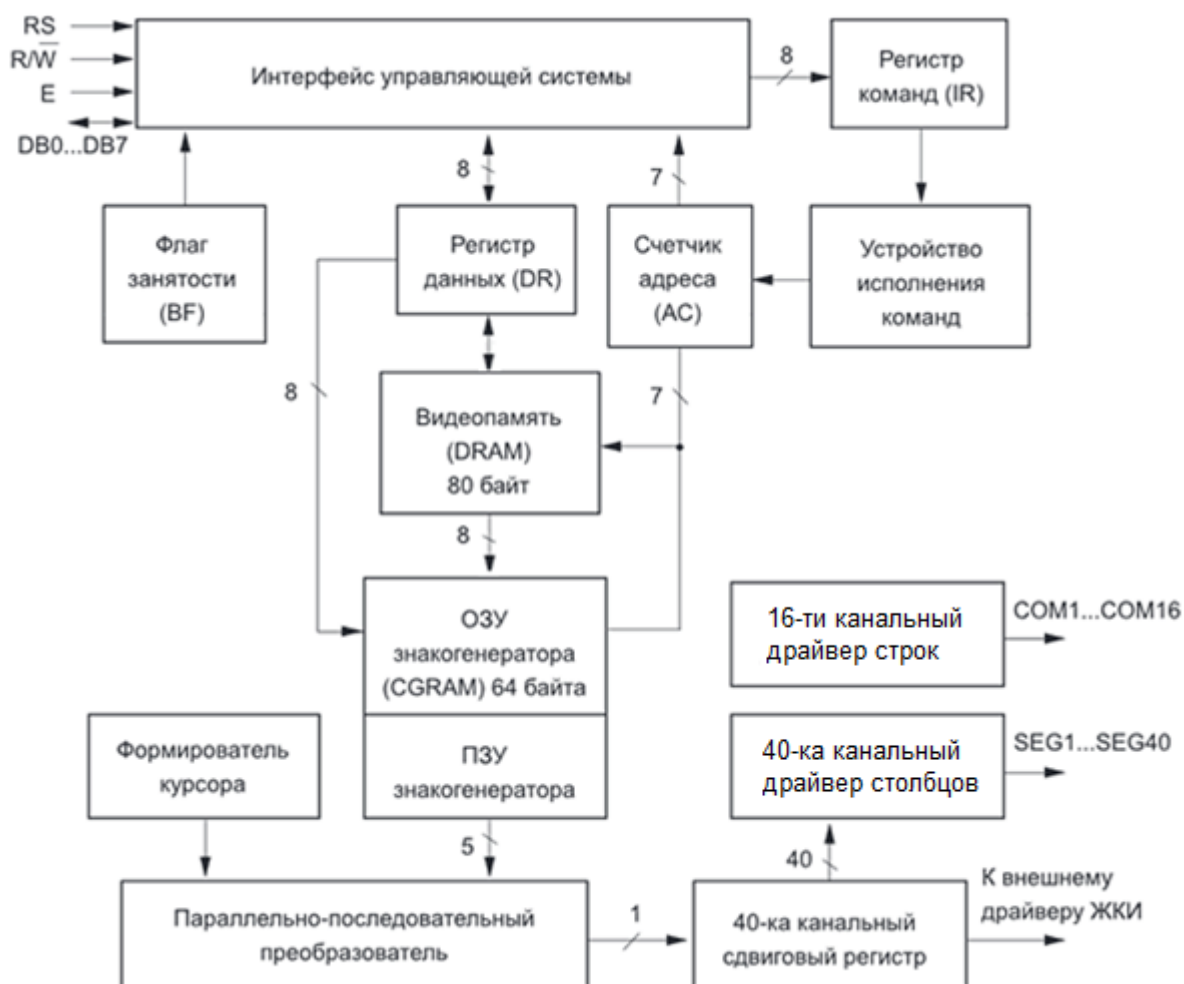

Рис. 5.11. Структурная схема контроллера HD44780
Упрощенная структурная схема контроллера HD44780 показана на рис. 5.11. Основные элементы, с которыми приходится взаимодействовать при программном управлении: регистр данных (DR), регистр команд (IR), видеопамять (DDRAM), ОЗУ знакогенератора (CGRAM), счетчик адреса памяти (AC), флаг занятости контроллера. Другие элементы (знакогенератор, формирователь курсора, сдвиговые регистры и драйверы и т.д.) участвуют в процессе регенерации изображения на ЖК-дисплее, но с программой непосредственно не взаимодействуют.